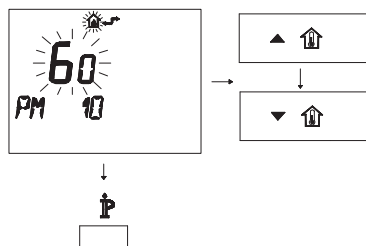

Figura 5.52
- Para modificar el punto de consigna programado use los botones ▲ ⬆️ ◻ ⬆️ ⬆️ y espere a que el número programado comience a parpadear (Figura 5.52).